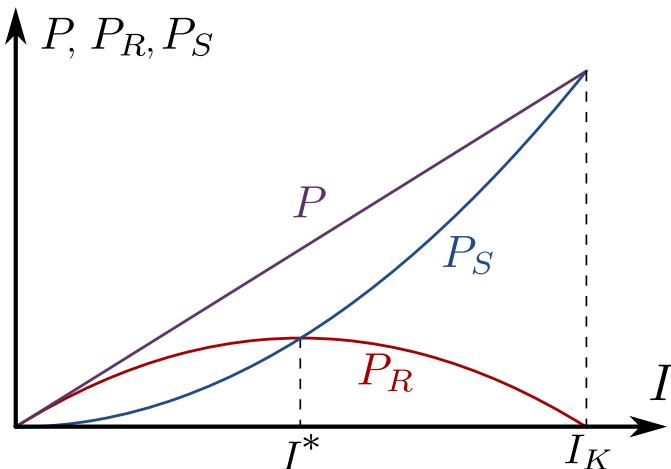

Рис. 3. Зависимости полной (P), полезной (P_R) мощности и мощности потерь (P_S) от силы тока.
Исследуем зависимость этих мощностей от силы тока. График (см. рис. 3) зависимости полной мощности от силы тока $P = \mathcal{E}I$ является прямой линией, проходящей через начало координат. Полезная мощность из (2) может быть представлена в виде:
Потери мощности в источнике зависят от силы тока также по квадратичному закону: $P_S = I^2r$. График этой зависимости (см. рис. 3) – парабола с вершиной в начале координат и ветвями направленными вверх. При физически осмысленных значениях $r > 0$, мы работаем с правой ветвью данной параболы.
Из графиков зависимостей мощностей и КПД от силы тока (рис. 3,4) видим, что условия получения наибольшей полезной мощности и наибольшего КПД несовместимы. Когда полезная